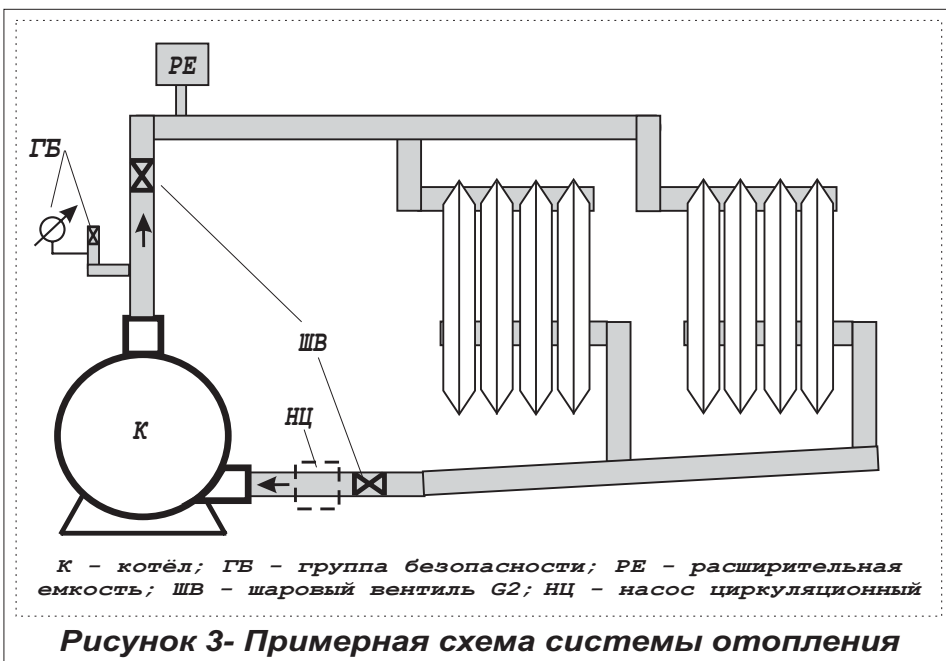

Рисунок 3- Примерная схема системы отопления
5.9. Внимание! При эксплуатации прибора запрещается полностью или частично перекрывать шаровые вентили на входе и выходе из котла (см. рисунок 3).